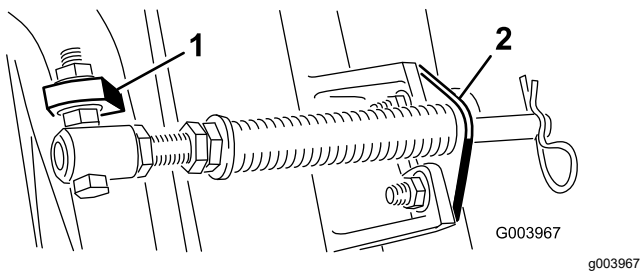
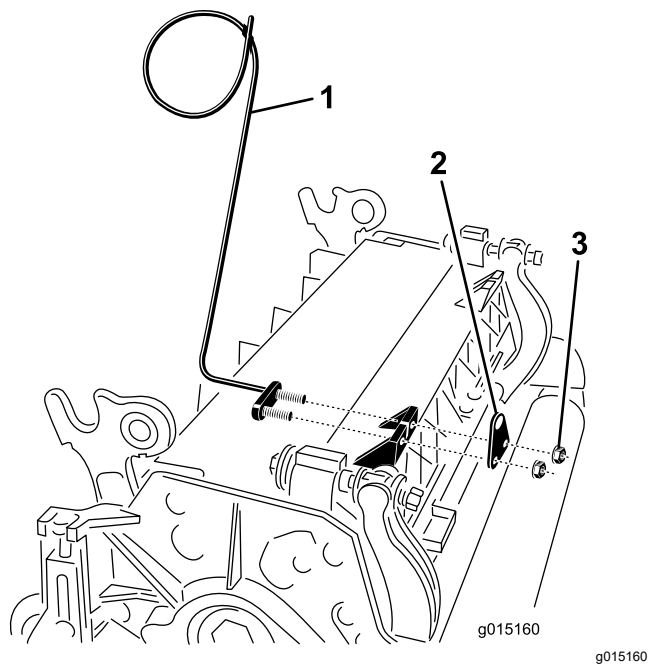

Figure 11
Figure 13
Remarque: Placez la tête du boulon sur le côté extérieur de la patte, comme montré à la Figure 11.
E. Montez le support de tige sur les pattes de l'unité de coupe à l'aide des boulons de carrosserie et des écrous (Figure 11). Sur l'unité de coupe, montez le guide-flexible gauche devant les pattes de l'unité quand vous posez le support de tige (Figure 13).